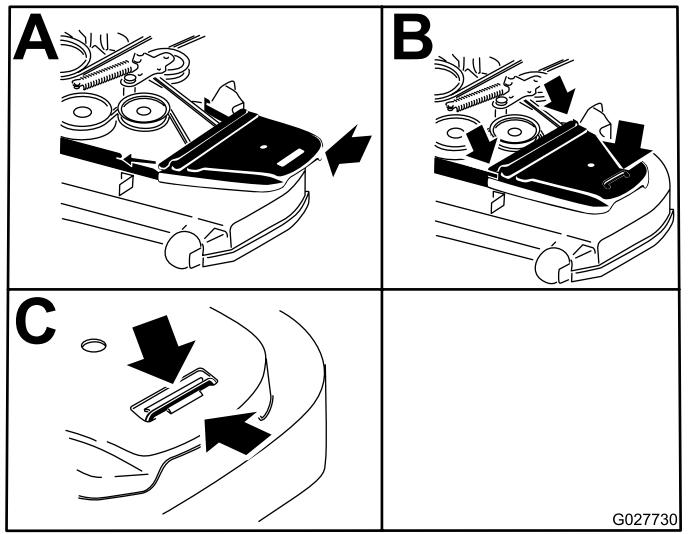

Figure 90
12. Posez les protège-courroies (Figure 90).